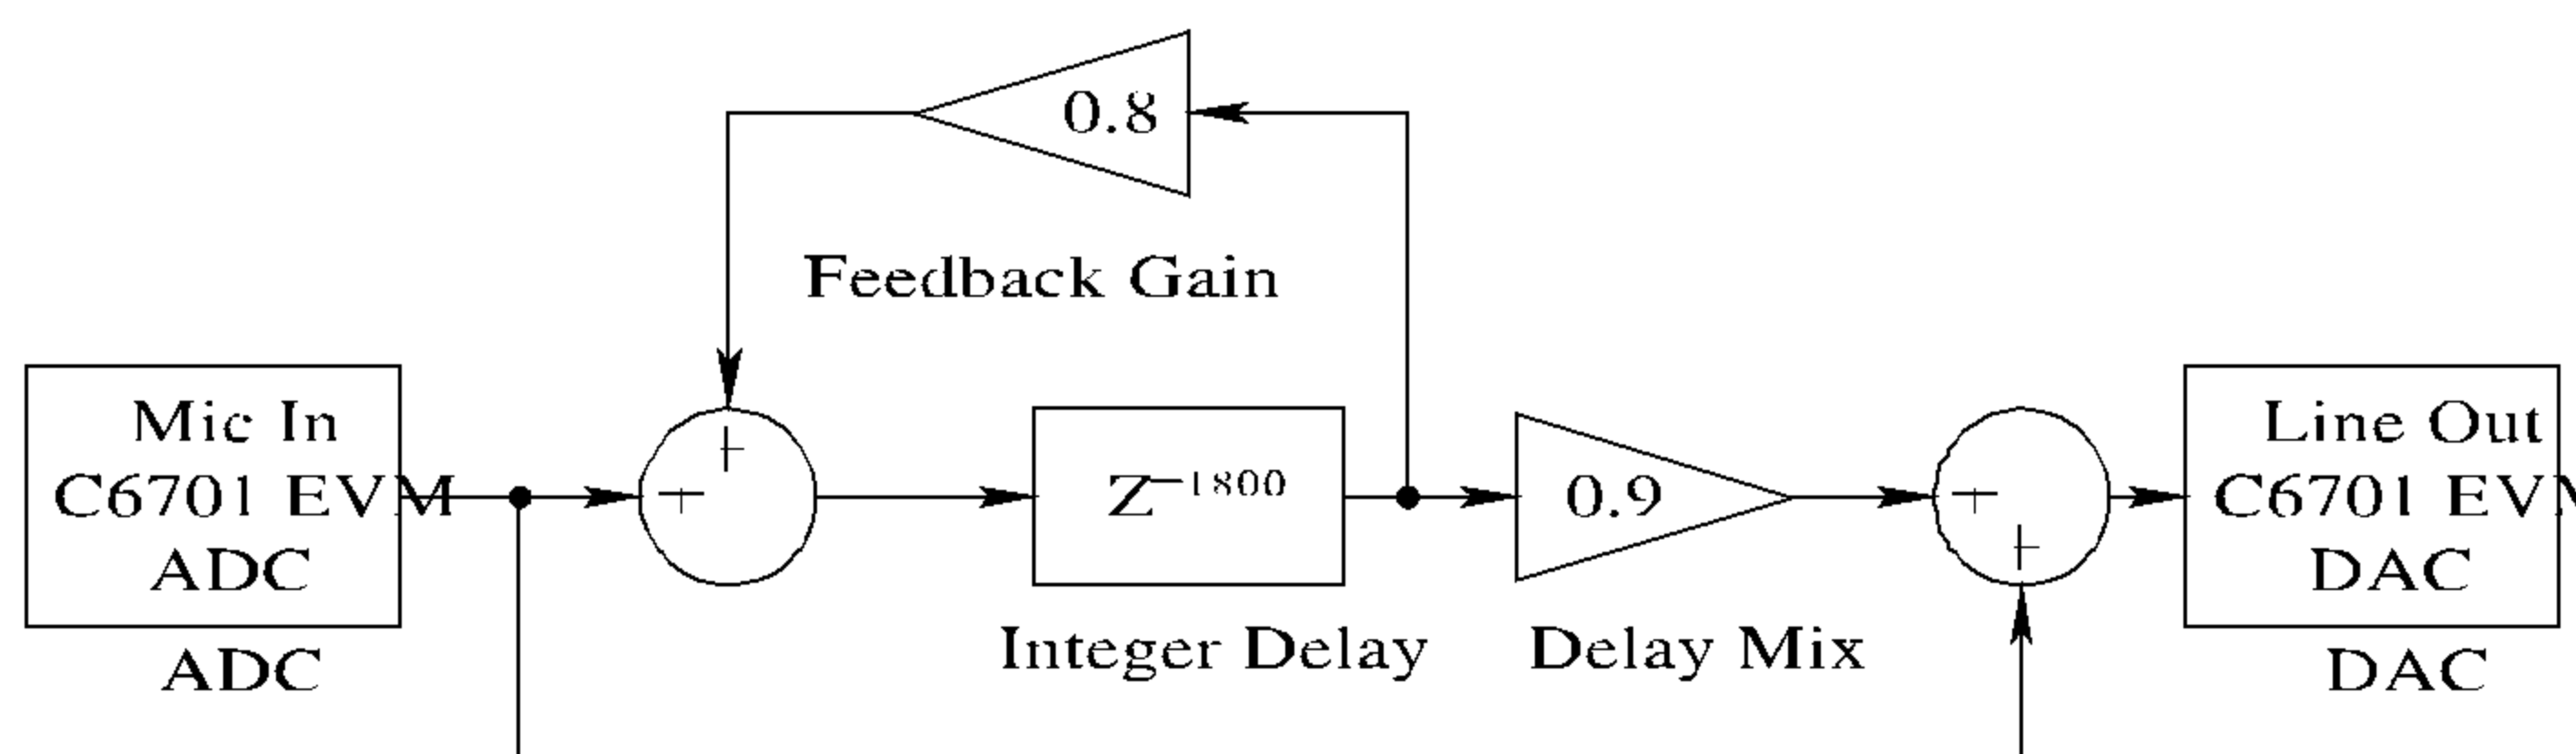

图 6.13 C6701 EVM 板实时 Simulink 模型
(3) 利用 Simulink 模块、DSP Blockset 模块和 C6701 EVM 板支持模块创建如图 6.13 所示的模型。